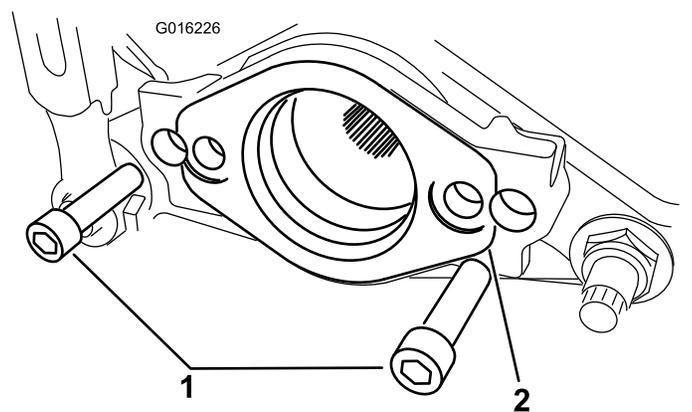

Figure 3
7. Si vous montez le kit sur une tondeuse **TriFlex 3300, 3320, 3400 ou 3420**, retirez les 2 boulons qui fixent le support du moteur à l'extrémité gauche du plateau de coupe. Déposez le support du moteur (Figure 3).